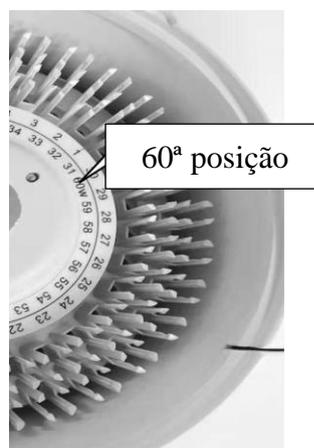

Figura 13-46 Adicionando fluido de limpeza na posição da amostra
3. Método de adição do fluido de limpeza da posição da amostra: O fluido de limpeza C é adicionado ao copo de amostra e é colocado na 60ª posição de bandeja de amostra, como ilustrado na figura 13-46.